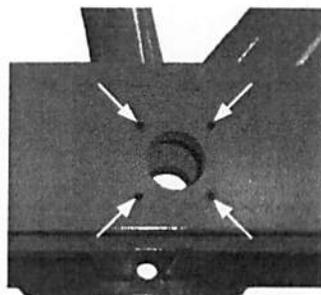

Abb. 2.2.29
- 5) TEIF Bolzen M12×60 (Abb. 2.2.29) auf die vier Verbindungen des Kabinenturmabschnitts schrauben, damit dieser sich nicht auf den Bolzen "PS" 70×270 bewegen kann und mit Muttern sichern.